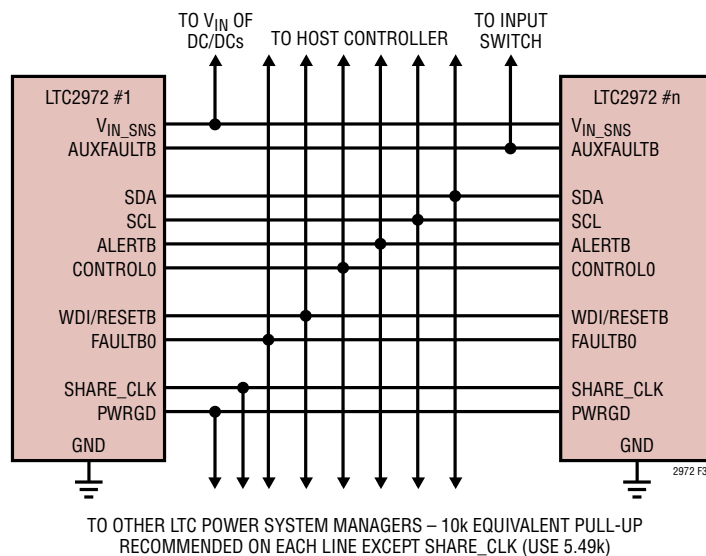
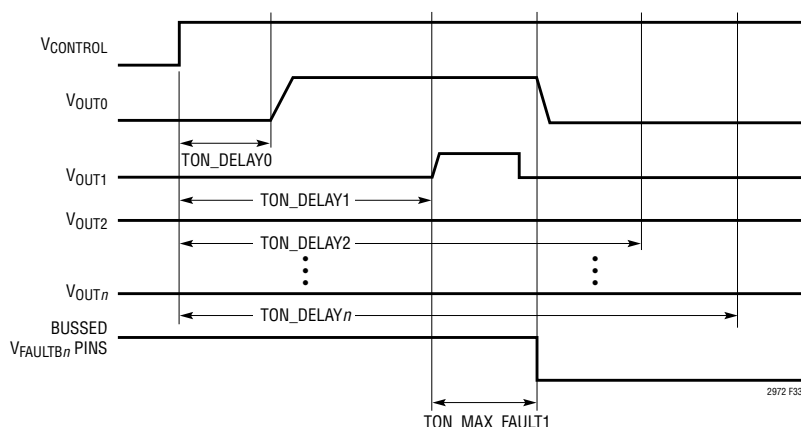

図32. アナログ・デバイセズの複数のパワーシステム・マネージャ間の標準的な接続
図33. チャンネル1短絡のために中断されたオン・シーケンス
複数のLTC2972のピンを標準的な配列で相互接続する方法を図32に示します。
- FAULTBの配線はまとめて結線してフォルトへの依存性を作り出すことができます。図32に、いずれかのFAULTBにフォルトがあった場合にその他全てを“L”にする構成を示します。このようにすると、いずれかのチャンネルで電圧が発生できなかった場合に起動シーケンスを中断することが望ましいようなアレーを形成するときに役に立ちます(図33参照)。
- PWRGDはMFR\_PWRGD\_ENコマンドでマッピングされた出力のステータスを反映します。図32では全てのPWRGDピンが相互接続されていますが、どの組み合わせを使用することもできます。